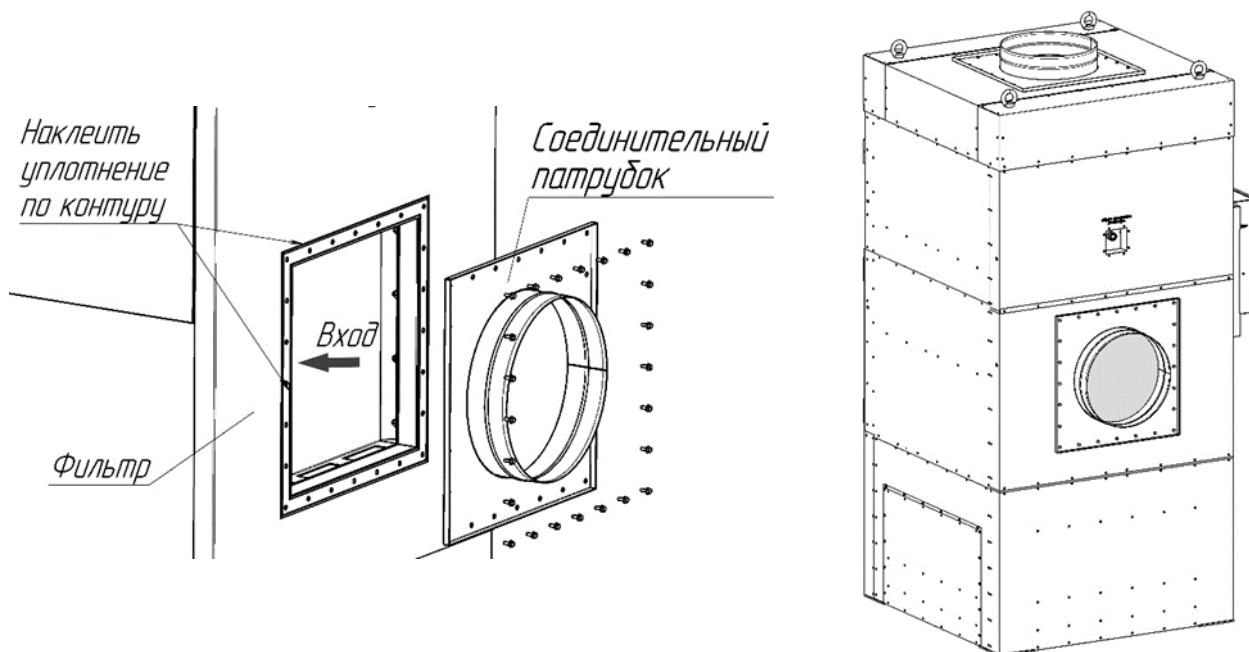

Рисунок 6
5.1.4 Выкрутить болты М6х16 по контуру входного и выходного отверстий. Наклеить по периметру отверстий в два ряда ленту уплотнительную HORDA-D (входит в комплект поставки). Установить соединительные патрубки, закрепить болтами М6х16 (рисунок 6).